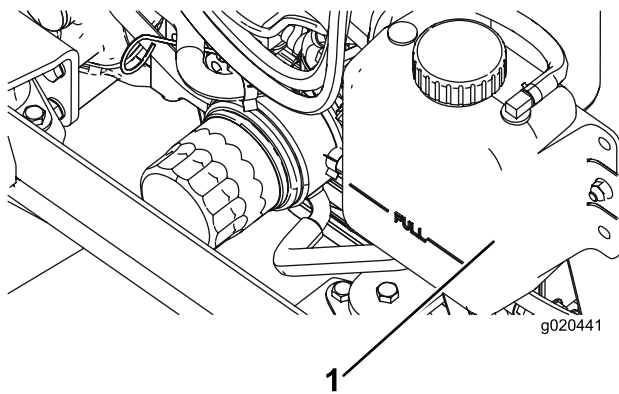

Figura 67
1. Togliete con cautela il tappo del radiatore e il tappo del serbatoio di espansione (Figura 67).